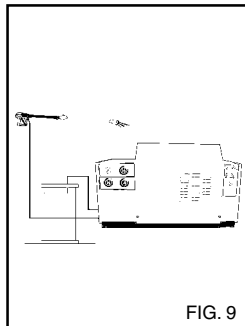

FIG. 9
- 3) Kun olet käyttänyt pesuainetta, huuhtelee sen syöttöpuoli; aseta pesuaineen imuletku (fig. 9) säällöön jossa on puhdasta vettä ja anna pumpun käydä 1 minuutin ajan annosteluhana täysin auki ja k ä r k k i o s a pesuainesyöttöasennossa. Suorita toimenpide ensin, kun pesuaineen valitsin on asennossa "1" ja tämän jälkeen asennossa "2".
5) Kun olet käyttänyt pesuainetta, huuhtelee sen syöttöpuoli; aseta pesuaineen imuletku (fig. 9) säiliöön jossa on puhdasta vettä ja anna pumpun käydä 1 minuutin ajan annosteluhana täysin auki ja karkkiosa pesuainesyöttöasennossa. Suorita toimenpide ensin, kun pesuaineen valitsin on asennossa "1" ja tämän jälkeen asennossa "2".